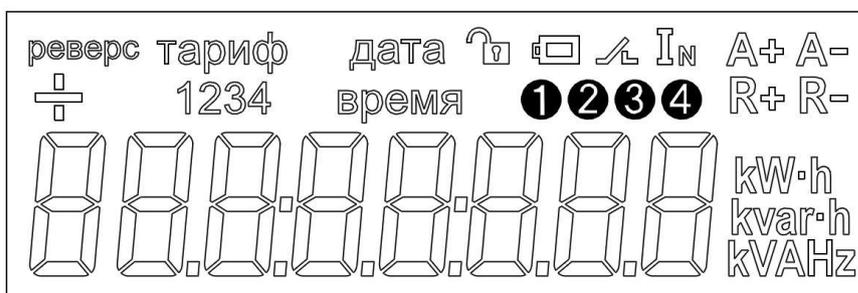

Рисунок 6.1 – Индикатор ЖКИ счетчика
6.2.3 В счетчике установлена литиевая батарея 3,6 В типа CR2032, предназначенная для работы часов реального времени. Счётчик периодически производит контроль уровня напряжения батареи. Если напряжение батареи становится ниже 2,6 В, на индикаторе ЖКИ с частотой 0,5 Гц начинает мигать символ индикатора батареи. (рисунок 6.1), в этом случае батарея должна быть заменена.